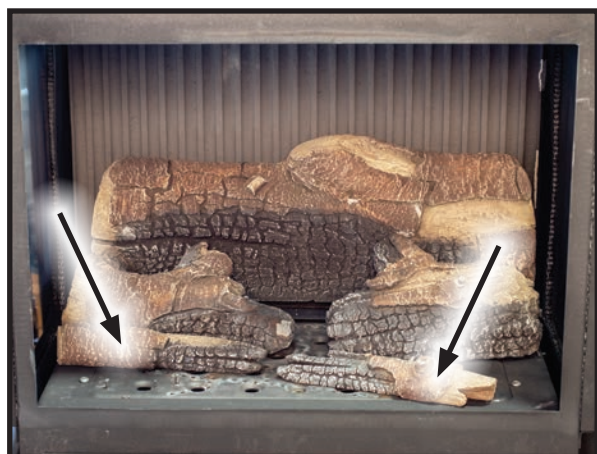

Figure 52. emplacement de la bûche de bois #2 et #3
3. Placez le journal n° 3 devant le journal n° 5 à gauche et le journal n° 2 devant le journal n° 6 à droite. Alignez les trous du bas avec les broches du plateau du brûleur (Figure 52).